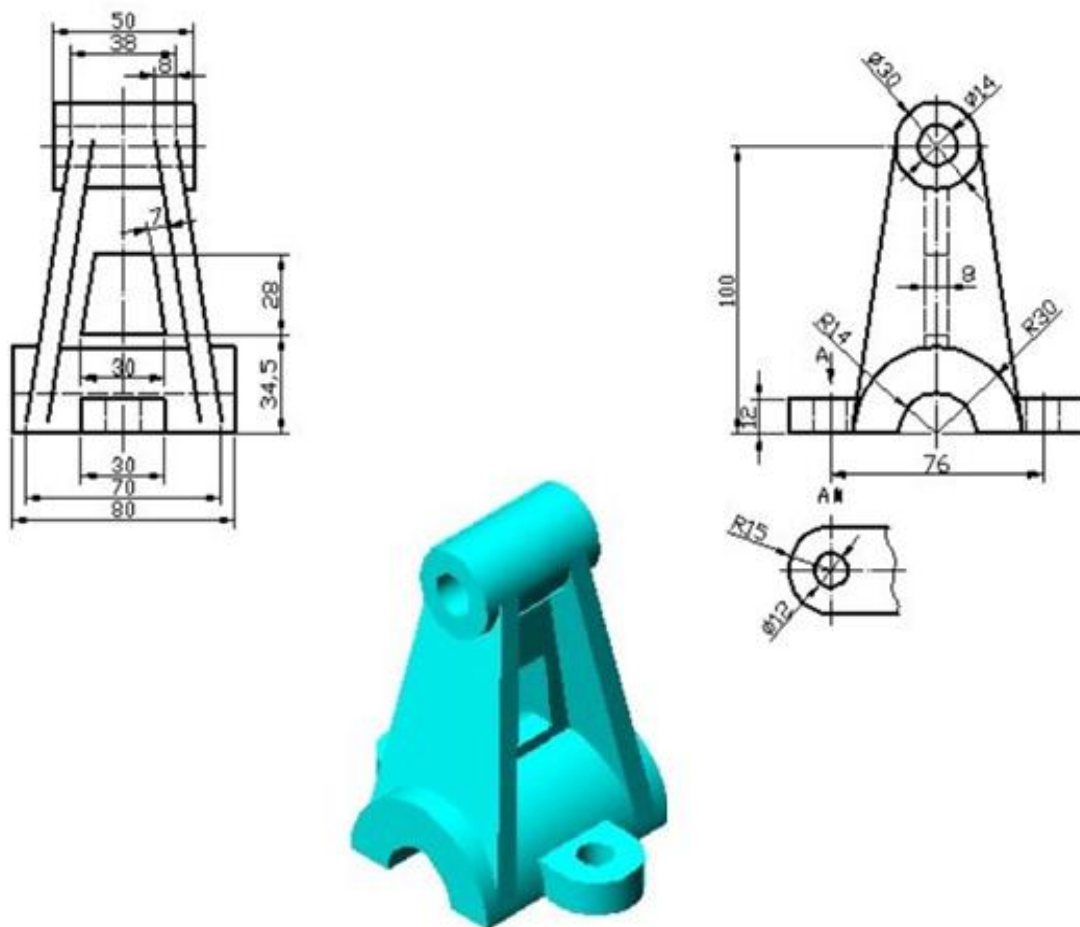

图 J1-6 三维零件 6
① 在盘下建立考生文件夹，文件夹名称为“场次-工位号”，所有文件必须保存在考生文件夹中，否则记零分；
② 文件名称为“J1-6”，保存在考生文件夹中；
③ 根据图 J1-6 所示尺寸完成三维建模；
④ 隐藏草图和创建的基准平面；
⑤ 考试过程中注意保存，考核结束时考试应立即停止操作，不得关闭电脑，离开考场。